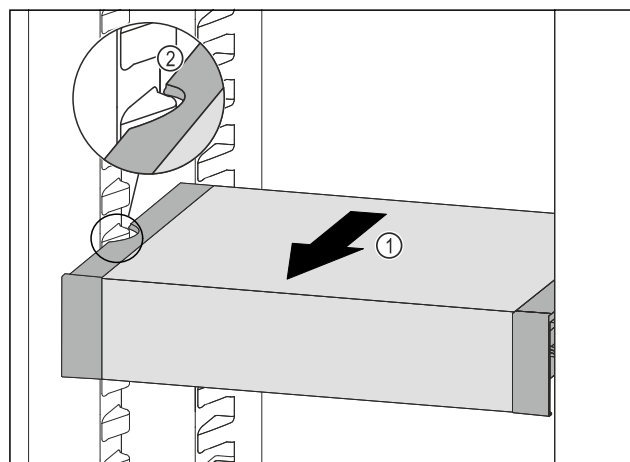

Fig. 93
- ▶ VarioSafe pociągnąć w przód Fig. 93 (1), aż boczne wycięcia szuflady VarioSafe będą się znajdować na wysokości żeber pojemnika w chłodziarce. Fig. 93 (2)